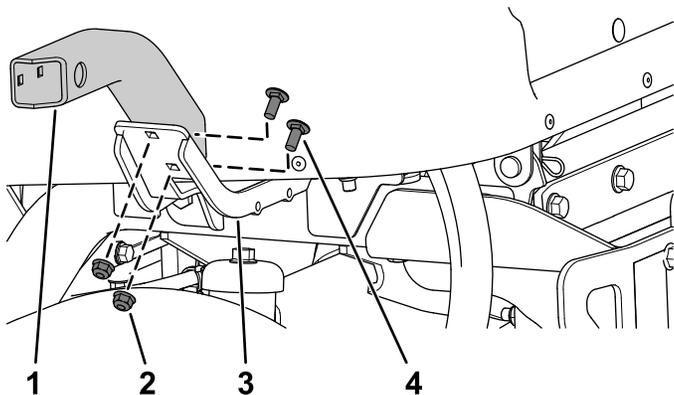

Figure 18
4. Fixez le support court gauche au support de montage gauche à l'aide de 2 boulons de carrosserie (5/16 x 3/4 po) et 2 écrous à embase (5/16 po), comme montré à la Figure 18.